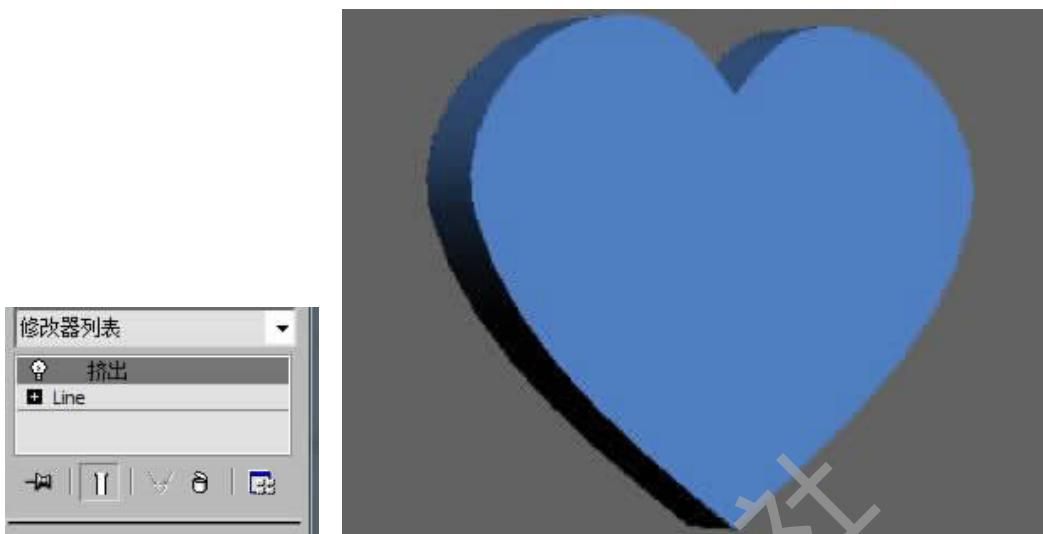

图 2-40 挤出修改器
Step 6. 选择心形,进入 修改面板,在修改列表中选择“挤出”修改器,如图 2-40。